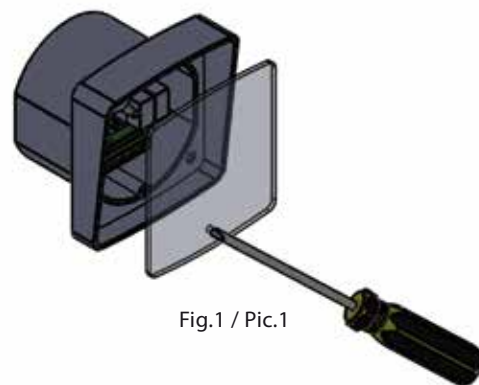

Fig.1 / Pic.1
1. Per aprire le fotocellule, utilizzare un cacciavite e ruotare come in Fig.1. Infilare i cavi nell'apposita sede e fissare la basetta alla parete. Se si deve fissare la fotocellula al muro, effettuare i tre fori  $\varnothing 5$  ed innestare tasselli adeguati. Se si deve fissare la fotocellula su metallo, effettuare i tre fori  $\varnothing 3$  per predisporre l'utilizzo delle sole viti autofilettanti.
1. Pour ouvrir les photocellules placez le tournevis comme indiqué dans la Fig.1 et tournez. Enfilez les câbles dans le logement prévu et fixez l'embase au mur. Pour fixer la cellule photo-électrique à une paroi, percez les trois trous  $\varnothing 5$  et positionnez les goujons appropriés. Pour la fixer sur un support métallique, percez les trois trous  $\varnothing 3$  pour l'utilisation des vis tarauds.
1. Para abrir las fotocelulas utilizar un destornillador y rodar como en Fig.1. Introducir los cables en la especifica sede y fijar la base a la pared. En caso de fijarse la fotocélula en la pared, practicar los tres agujeros  $\varnothing 5$  e introducir tacos adecuados. Si se debe fijar la fotocélula sobre metal, practicar los tres agujeros  $\varnothing 3$  para predisponer el uso de los tornillos autorroscantes.